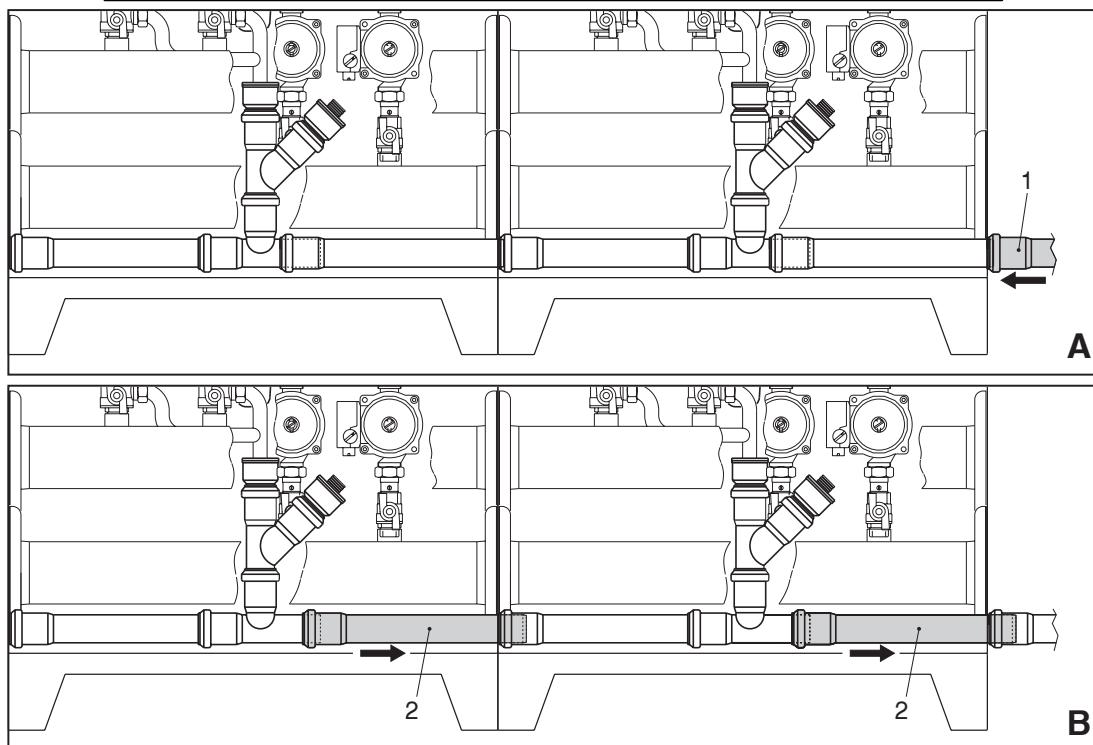

fig. 8
- Inainte de strangerea piulitelor, verificati pozitionarea corecta a tuturor garniturilor si cuplati intre ele tuburile de descarcare condens a celor doua module (vezi fig. 8).